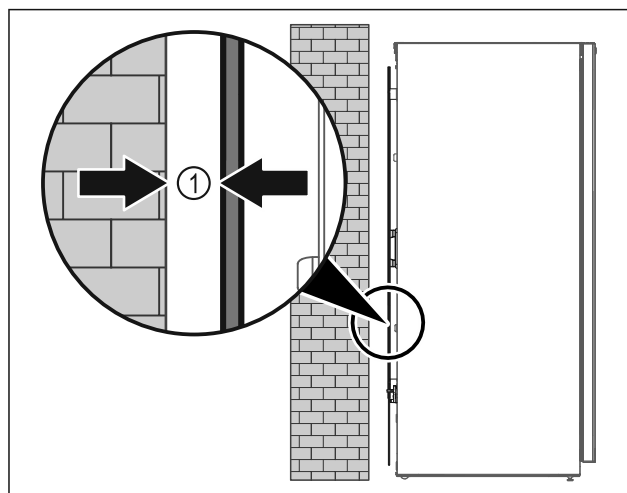

Fig. 10
- ▶ Instaloni pajisjen ose të lirë në dhomë, ose direkt mbi një mur me një distancë minimale prej 5 mm Fig. 10 (1) nga muri.